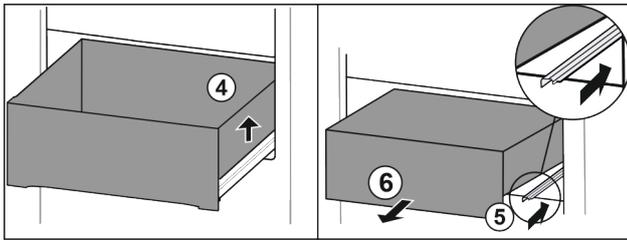

Fig. 15\*
- ▶ Schubfach rechts anheben Fig. 15 (4).\*
- ▶ Rechte Schiene einschieben Fig. 15 (5).\*
- ▶ Schubfach nach vorne entnehmen Fig. 15 (6).\*